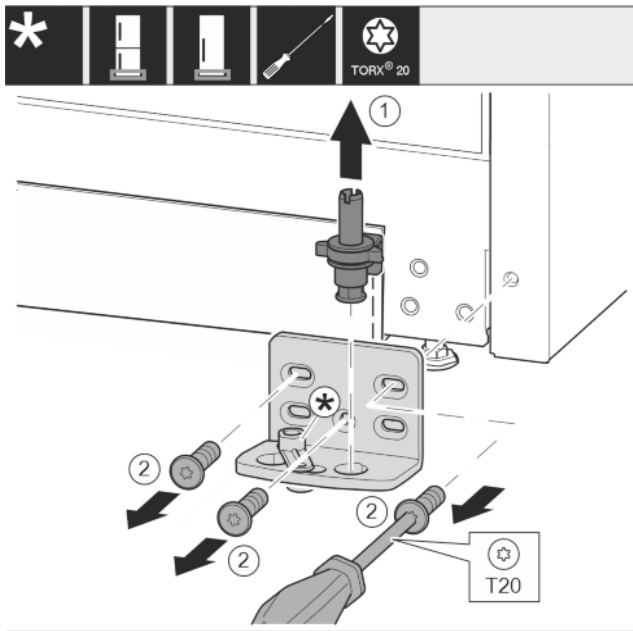

Fig. 13
- ▶ Ložiskový čap vyťahnite úplne nahor. Fig. 13 (1)
- ▶ Skrutky vyskrutkujte skrutkovačom T20 a odnímate ložiskovú konzolu. Fig. 13 (2)